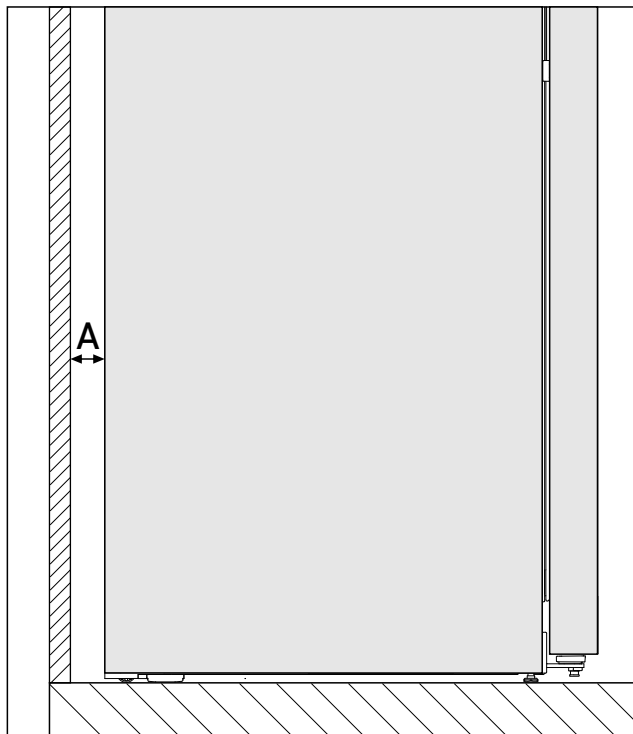

Fig. 3 \*
已在冰箱背面与墙壁之间的离墙距离为 Fig. 3 (A) 时确定能量消耗。当离墙距离小于 Fig. 3 (A) 时，不会影响冰箱的功能，但在更小的离墙距离下，能量消耗会略微升高。\*